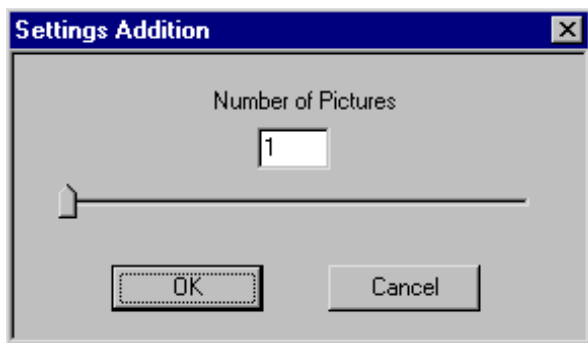

Bild 36: Anzahl der Bilder
- Unter *Options / Addition Settings* kann die gewünschte Bilderanzahl gewählt werden (*siehe Bild 36*).